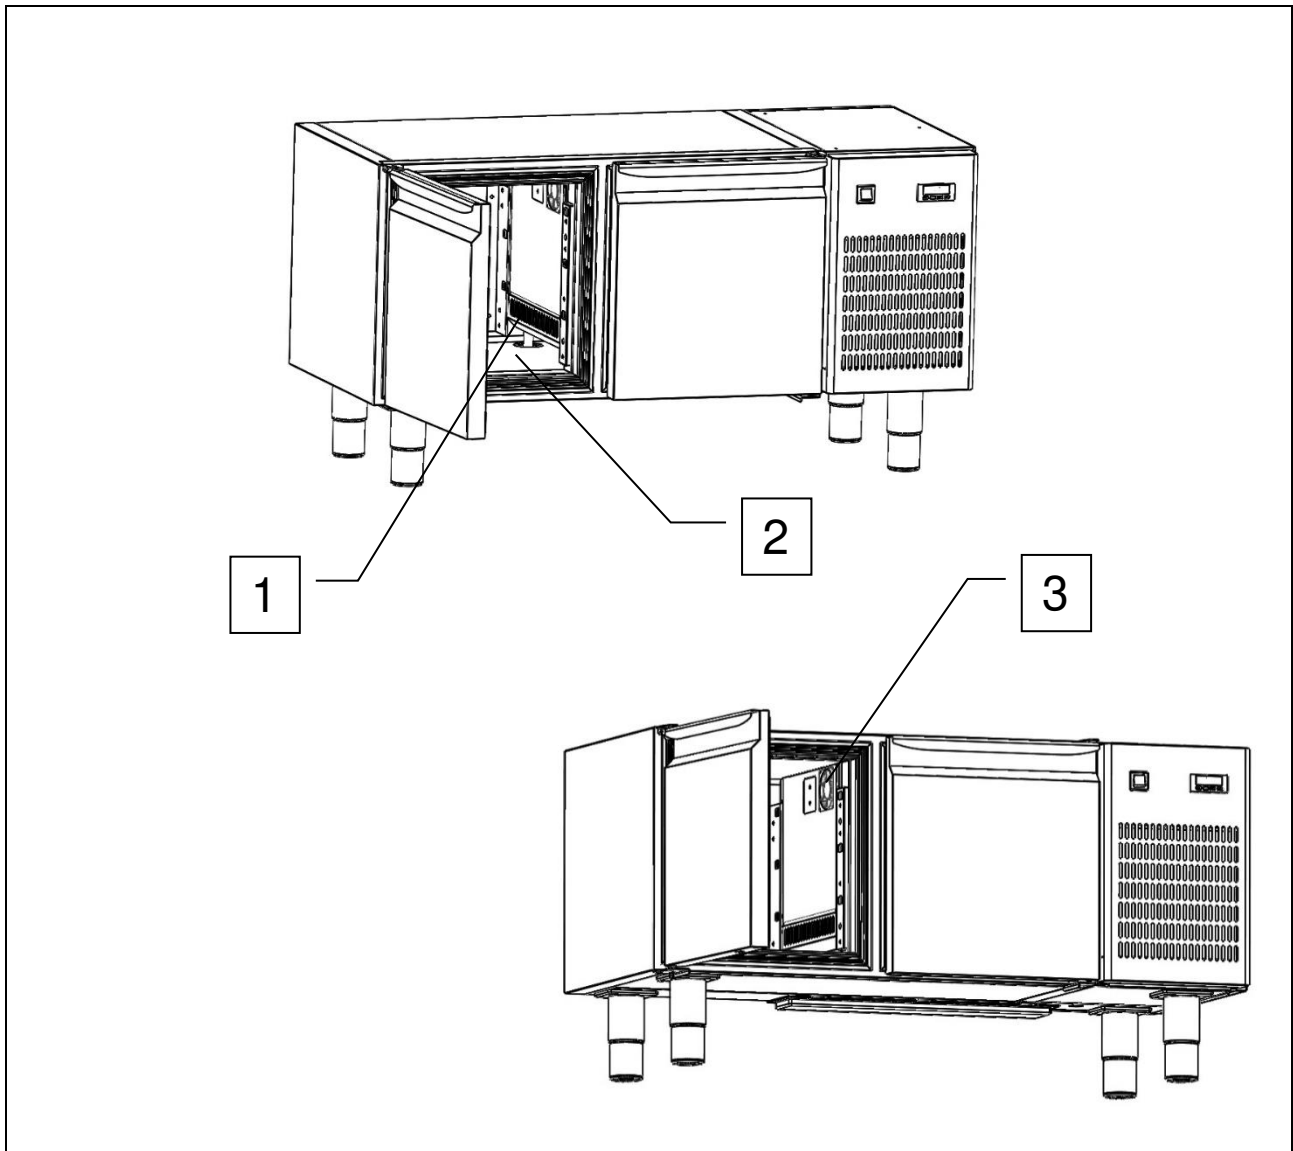

Fig. 4
- si les arrivées d'air (réf. 1 fig. 4) sont bouchées;
- avec des produits alimentaires divers (aliments et boissons) placés contre les grilles de ventilation internes (réf. 1, fig. 4), ou directement sur le fond de la cellule (réf. 2, fig. 4).